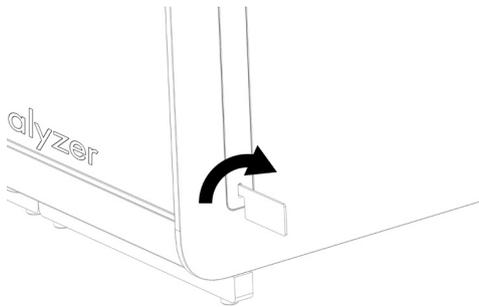

図 5. 保護カバーを取り外す。
2. QIAstat-Dx Analyzer 1.0 :に同梱の保護カバー取り外しツールを使用して、分析モジュールの側面から保護カバーを取り外します（図 5）。